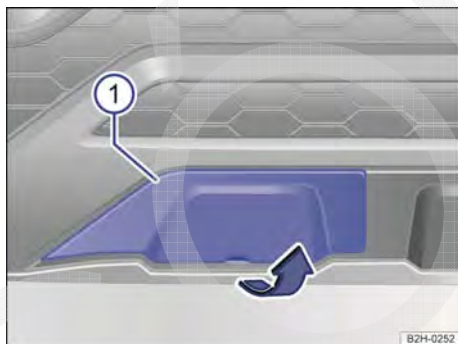

Fig. 208 No para-choque dianteiro à direita: cobertura.
O alojamento da argola de reboque rosqueável se encontra na parte dianteira direita do para-choque sob uma cobertura → Fig. 208 ⓘ.
- Segurar no rebaixo da cobertura e remover a cobertura no sentido da seta → Fig. 208.